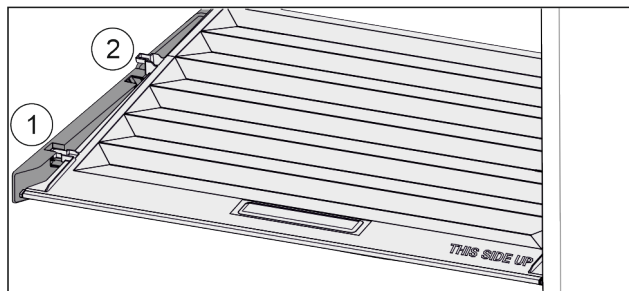

Fig. 45
- ▶ Træk dækslet fremad til åbning i holdedelene Fig. 45 (1).
- ▶ Løft nedefra og bevæg det opad og ud Fig. 45 (2).